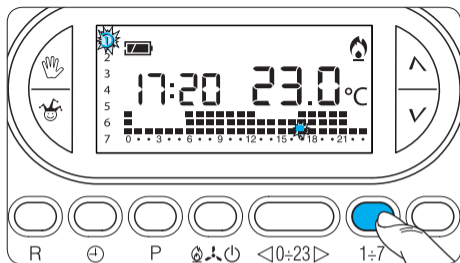

Fig. 37
10.7- Tramite il pulsante **1÷7** portare l'indicatore in corrispondenza del giorno prescelto (fig. 37).